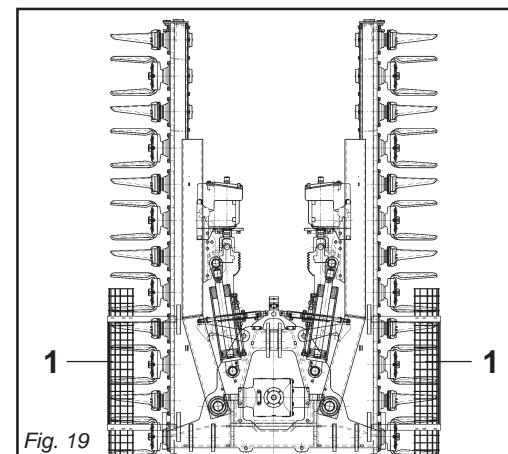

Fig. 19
**- Montare le due protezioni laterali dei coltelli (1 Fig. 19) per la fase di trasporto.**
- **Mount the two side guards that protect the tines (1 Fig. 19) during the transport phase.**
- **Montieren die beiden seitlichen Schutzvorrichtungen der Messer (1 Fig. 19) für den Transport.**
- **Montez les deux protections latérales des couteaux (1 Fig. 19) pour la phase de transport.**
- **Montar las dos protecciones laterales de las cuchillas (1 Fig. 19) para la fase de transporte.**